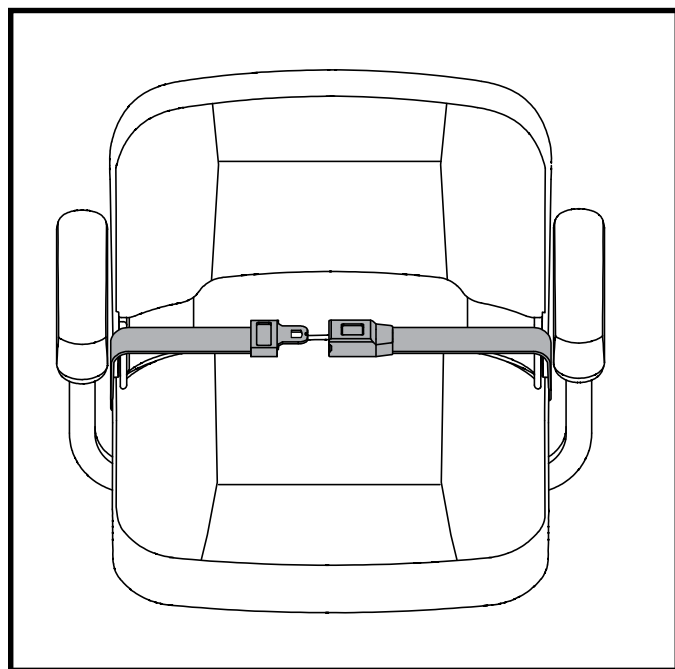

Figura 23. Cinture di sicurezza- Cintura di sicurezza con aggancio metallico
1. Inserire il gancio metallico del lato destro della cintura nella chiusura di plastica al lato opposto spingendo fino a sentire un “click”. **Vedere figura 23.**